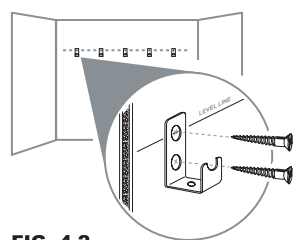

FIG. 4.2
6. Centre el orificio del tornillo superior en el gancho en L con la línea de nivel en la pared y adose los ganchos en L a la pared usando tornillos N° 8 de 1 1/2 pulg. (Fig. 4.2).